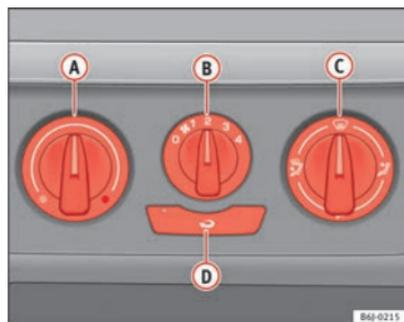

Fig. 99 Mandos de la calefacción en el tablero de instrumentos
- Con los reguladores **A** y **C** y con el mando **B** ⇒ fig. 99 se regula la temperatura, la distribución del aire y la velocidad de la turbina.